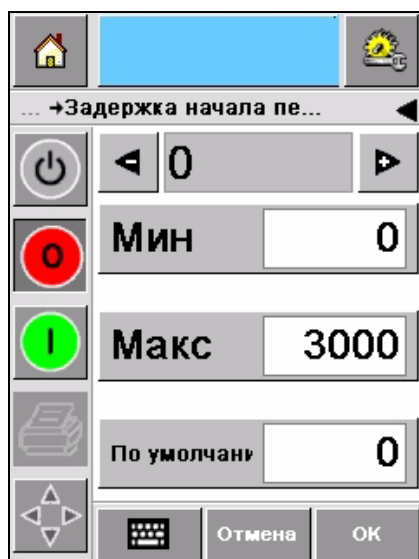

Рисунок 5-17: Минимальное, Максимальное и По умолчанию
- Выберите одно из значений: *Минимальное*, *Максимальное* или *По умолчанию* (Рисунок 5-17 на странице 5-13).